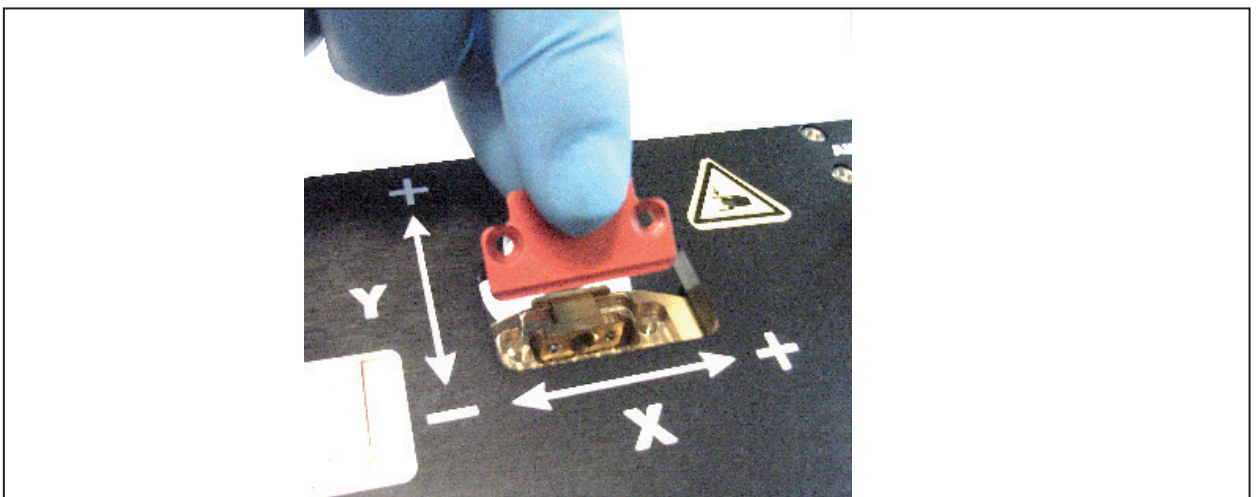

Abb. 7.4: Halteblech einsetzen
6. Setzen Sie das Halteblech mit der Führungsnut nach oben zeigend unter etwa 45 Grad in die Drehscheibe ein und drücken es dann nach unten in die Aussparung (siehe Abb. 7.4).